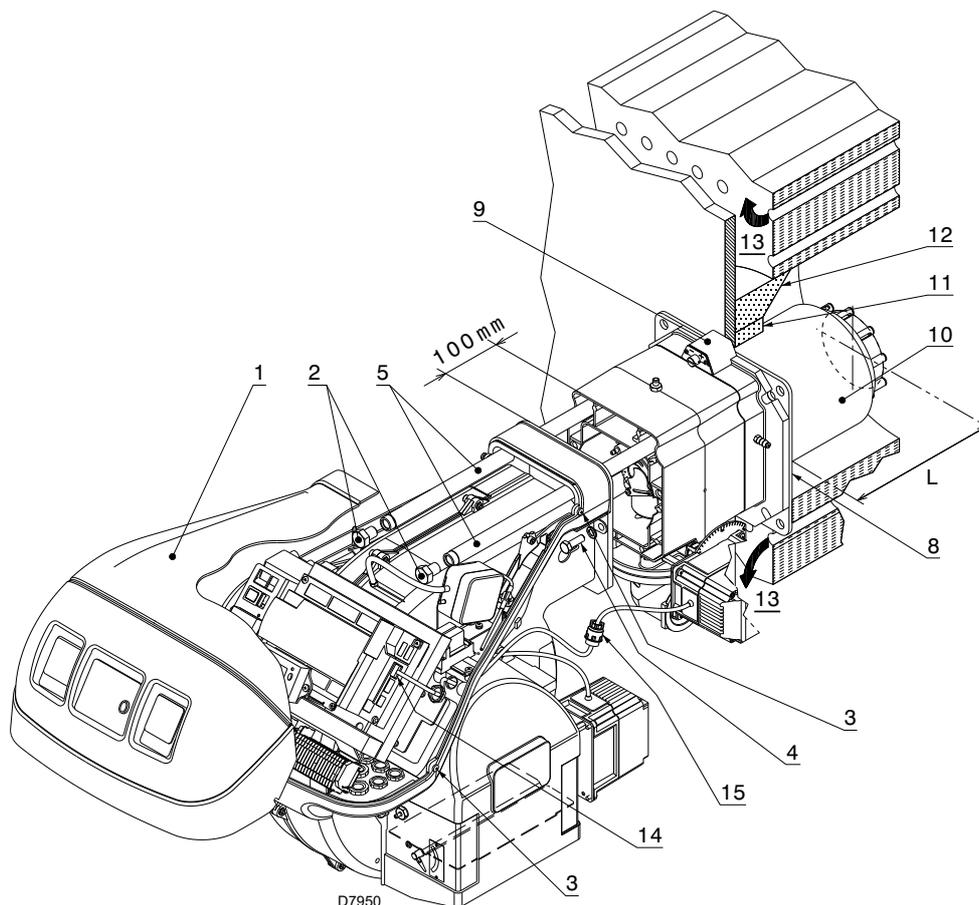

Fig. 17
Para calderas con paso de humos delantero 13)(Fig. 17 a pág. 27), realizar una protección de material refractario 11), entre el material refractario de la caldera 12) y el tubo llama 10). Esta protección debe permitir el desplazamiento del tubo de llama.
En calderas con frente refrigerado por agua, no es necesario el revestimiento refractario 11)-12)(Fig. 17), salvo que lo indique expresamente el fabricante de la caldera.
Separar el cabezal de combustión del resto del quemador, como en la Fig. 17; proceder de la siguiente manera:
- volver a montar el quemador en las guías 3) aproximadamente a 100 mm del manguito 4) - quemador en la posición ilustrada en la Fig. 17;
- conectar el conector macho del servomotor 14)(Fig. 17) y enroscar el anillo pasacable 15);